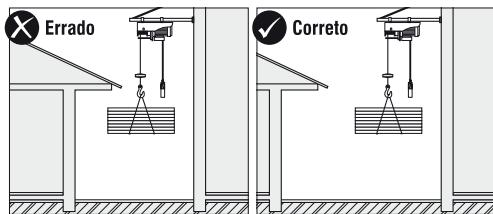

Fig. 5 – El área de desplazamiento de la grúa debe estar desobstruida
- b. En el movimiento y transporte de estructuras, placas y otros pre-moldados, así como cargas en general, deben ser tomadas todas las medidas preventivas que garanticen su estabilidad. Observar también que en el curso vertical no puede haber interferencias que vengan a obstruir su libre desplazamiento, Fig. 5;